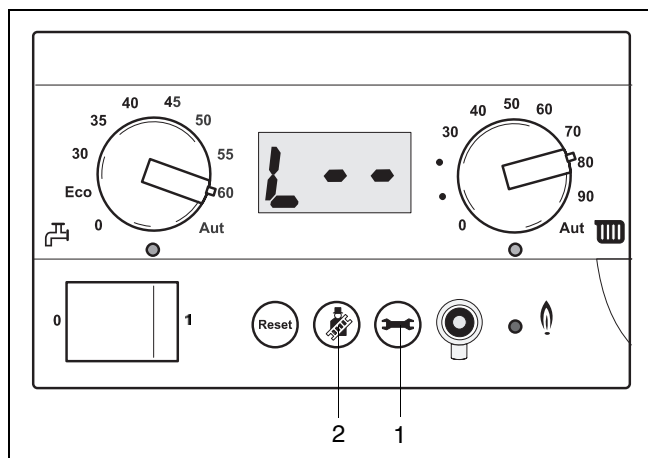

fig. 23 Maksimal varmeydelse
- Tryk samtidigt på skorstensfejer- og servicetasten (fig. 23, pos. 2 og 1) indtil "L—" (se fig. 23) vises på displayet.
- Indstillingen bekræftes ved at trykke to gange på servicetasten (fig. 23, pos. 1).